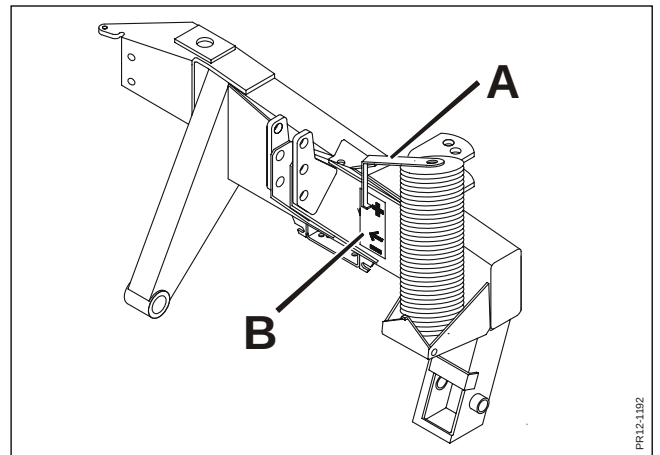

Fig. 3-7
- Fig. 3-7** Positionner le distributeur hydraulique double effet en position flottante. Lever ou abaisser les bras de relevage jusqu'à ce que la machine soit à la bonne hauteur de travail. Ceci est obtenu lorsque le témoin **A** est au niveau de la flèche sur l'autocollant en **B** comme décrit au chapitre 2.